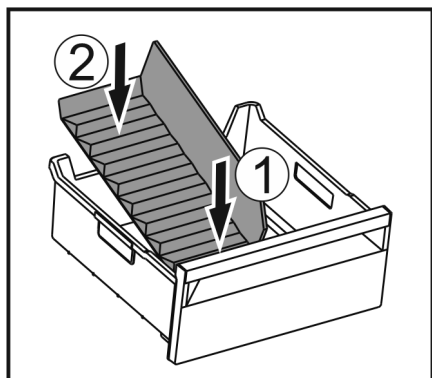

Fig. 192
- ▶ Vorderen Teil des Eisfach-Trenners einsetzen. Fig. 192 (1)
- ▶ Hinteren Teil des Eisfach-Trenners bis zum Schubfachboden absenken. Fig. 192 (2)